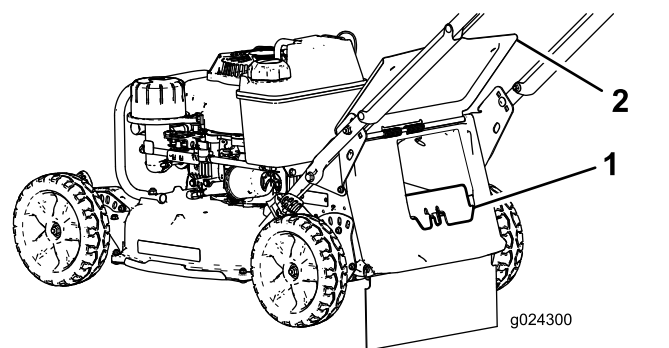

Figura 17
- Si el tapón de descarga trasera no está instalado, sujételo por el asa, eleve la puerta trasera e introdúzcalo en el conducto de descarga trasera hasta que el enganche encaje en su sitio (Figura 17).
3. Retire el tapón de descarga trasera presionando el enganche hacia dentro con el dedo pulgar y extrayendo el tapón de la máquina (Figura 17).